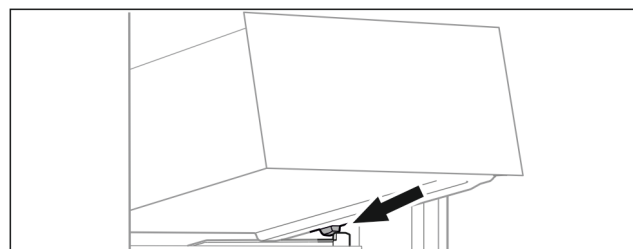

Fig. 17
- ▶ Lade schuin achter de stoppers op de containerrib plaatsen *Fig. 17* ().